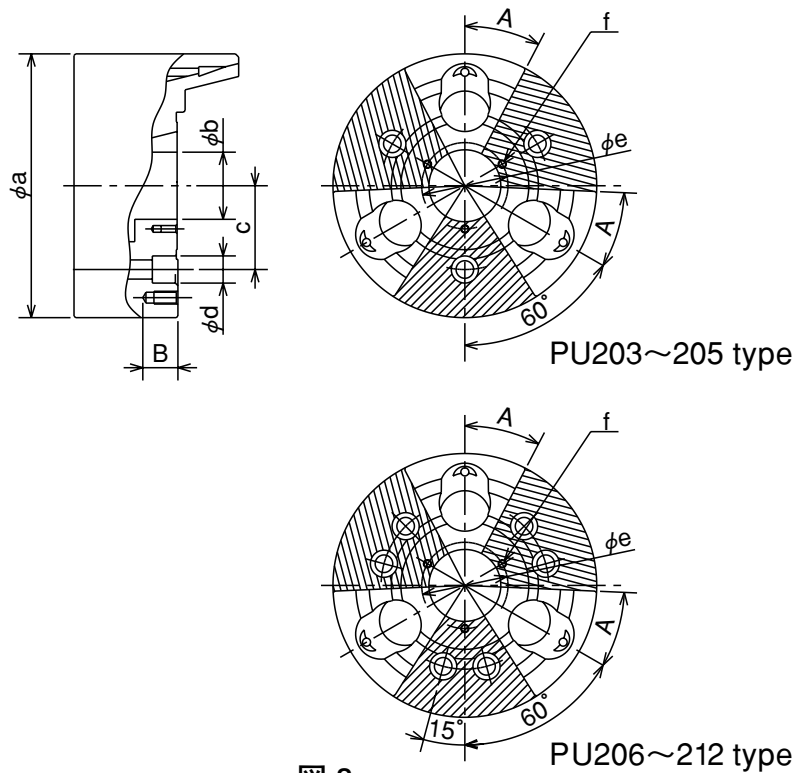

図 8
- ・ チャックボデー表面にロケータや治具を取り付ける場合は、図8に示す追加加工範囲内にタップまたは穴明けを行ってください。